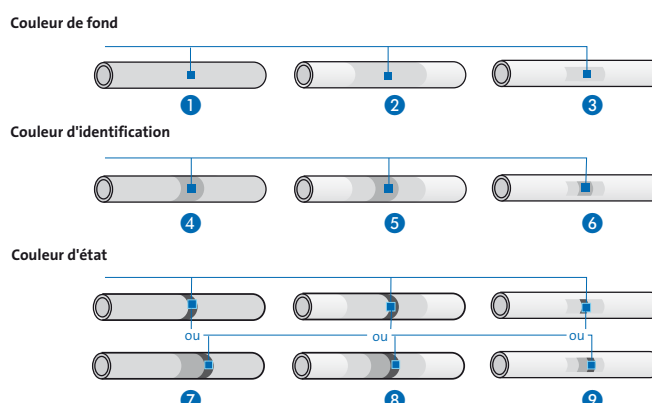

Figure 1
Le repérage des fluides dans les tuyauteries est effectué au moyen de trois séries de couleurs (fig. 1) :
Cette couleur est apposée, parfois en plusieurs endroits, sur toute la largeur de la couleur de fond, sous la forme d'un anneau ou d'une bande (❹ à ❻ *fig. 1*). Pour distinguer un mélange de fluides, plusieurs couleurs d'identification peuvent être utilisées.
Cette couleur est apposée, parfois en plusieurs endroits, sous la forme d'un anneau ou d'une bande (❷ à ❹ *fig. 1*). Dans le cas où il y a à la fois une couleur d'identification et une couleur d'état, les deux anneaux ou bandes sont accolés.